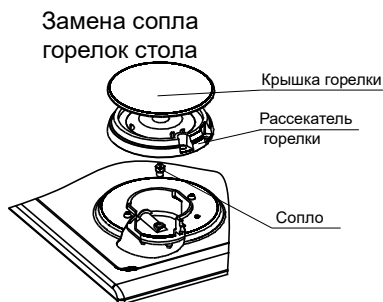

рис. 16
25.1. Проведение замены сопла при ремонте, а также при переводе на другой тип газа (рис.16)